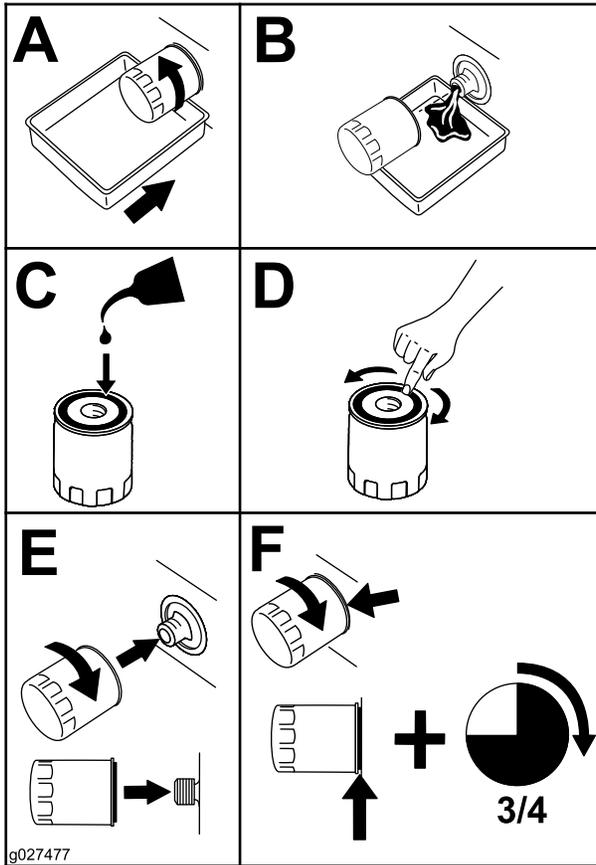

Figura 38
5. Substitua o filtro do óleo do motor (Figura 38).